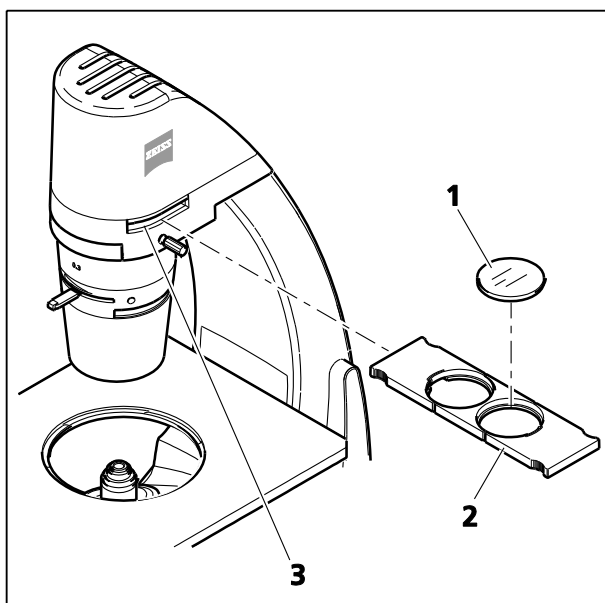

Fig. 5 Installation du curseur de filtre
- Placer le filtre coloré (Fig. 5/1) ou le filtre d'interférence vert (diamètre $d=45$ mm) dans l'ouverture du curseur de filtre.
- Pousser le curseur de filtre à 2 positions (Fig. 5/2) depuis le côté gauche ou droit dans la fente (Fig. 5/3) de la partie supérieure du support jusqu'à ce qu'il soit engagé dans la position souhaitée.